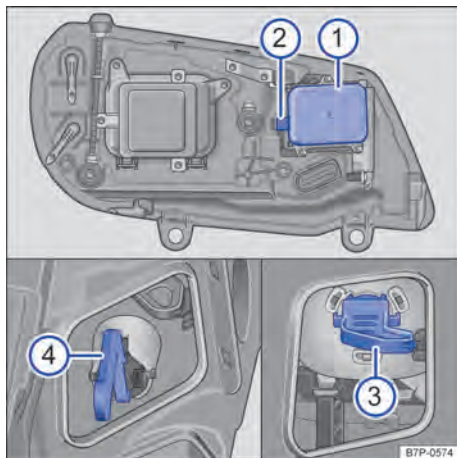

Fig. 295 No compartimento do motor: coberturas e lâmpadas no farol dianteiro esquerdo.
3.	Retirar a cobertura ⇒ Fig. 295 ① na parte traseira do farol. Para isso, pressionar o travamento ② para o lado e retirar a cobertura para trás.
4.	Retirar a peça de coleta inferior ④ da guia e retirar a peça de coleta para trás.
8.	Recolocar a peça de coleta ④ com o suporte da lâmpada no farol e inserir completamente.
9.	Recolocar a cobertura ① na guia e inseri-la até que se trave audivelmente.